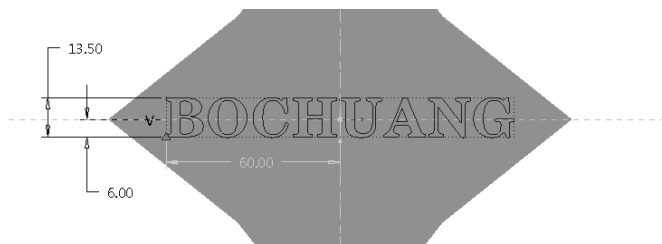

图 6-158 草绘
5) 单击 (文本) 按钮, 绘制图 6-158 所示的文本, 文本字体可自行选定。